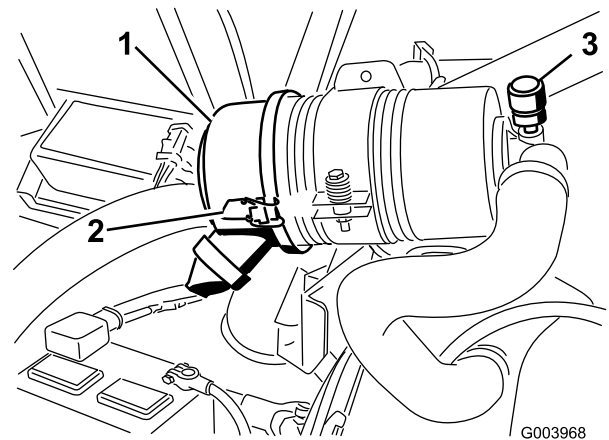

Figura 54
Revise el filtro del limpiador de aire únicamente cuando el indicador de mantenimiento (Figura 54) lo requiera. El cambiar el filtro antes de que sea necesario sólo aumenta la posibilidad de que entre suciedad en el motor al retirar el filtro.
1. Abra los enganches que sujetan la tapa del limpiador de aire a la carcasa del limpiador de aire (Figura 54).